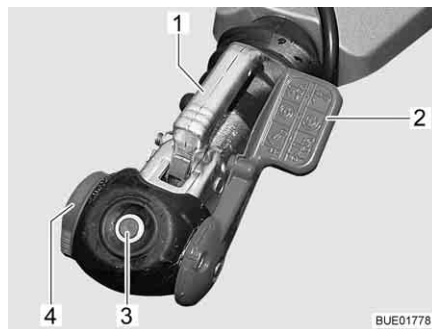

Bild 3 Säkerhetskoppling AKS 1300
- Ställ stabiliseringsstången (Bild 3,2) i det översta läget.
- Vrid ratten (Bild 3,4) moturs till stoppläget (till öppet-läget).
- Drag upp kopplingshandtaget (Bild 3,1).
- Gör en visuell kontroll: Säkerhetsindikatorns gröna cylinder (Bild 3,3) måste synas.